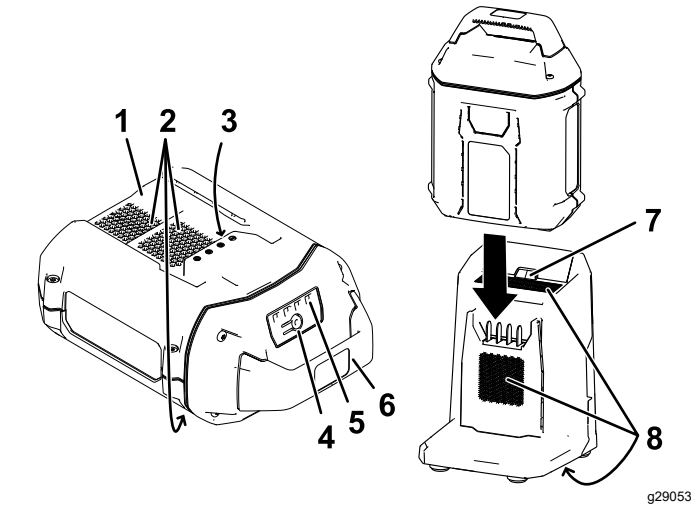

Figure 20
- 2. Placez le creux de la batterie (Figure 20) devant la languette du chargeur.
- 3. Glissez la batterie dans le chargeur jusqu'à ce qu'elle soit complètement enclenchée (Figure 20).